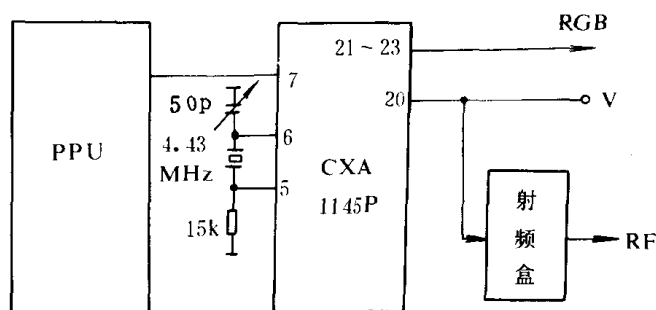

图 3.4.5 16 位家用电视游戏机 PPU 电路
16 位家用电视游戏机中图象处理器电路如图 3.4.5 所示,此图用于 PAL 电视制式。图中,芯片 CXA1145P 在图 3.3.12、图 3.3.13 中已有介绍,该芯片的引脚⑩有两个功能,其一是直接取出,作为视频信号的端口,可接其它显示器;其二送往射频盒,和⑨端送来的音频信号一起进行调制,成为全电视信号 RF,送往彩电。该芯片的引脚⑪~⑬,可直接取出三色信号 R、G、B,供大型机型。